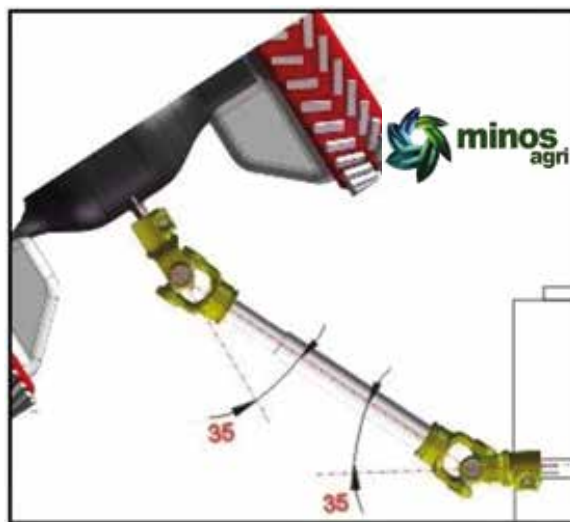

Figura 11
- ¡El tractor debe detenerse y la operación debe terminarse cuando el ángulo de las juntas del eje cardán excede los 35° en giros cerrados durante el funcionamiento! Solo puede operar hasta 70°-80° dependiendo del tipo de juntas en el eje gran angular (Ver Figura 11)